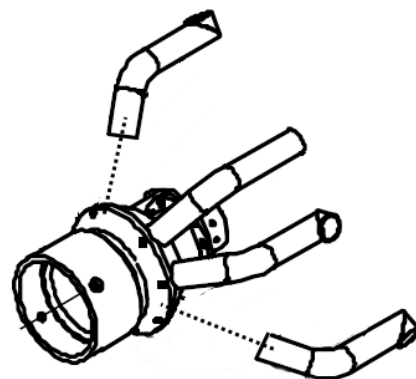

Рис. 19
- Замените установленные сопла на сопла из прилагаемого комплекта (для RLS310) рис.19.